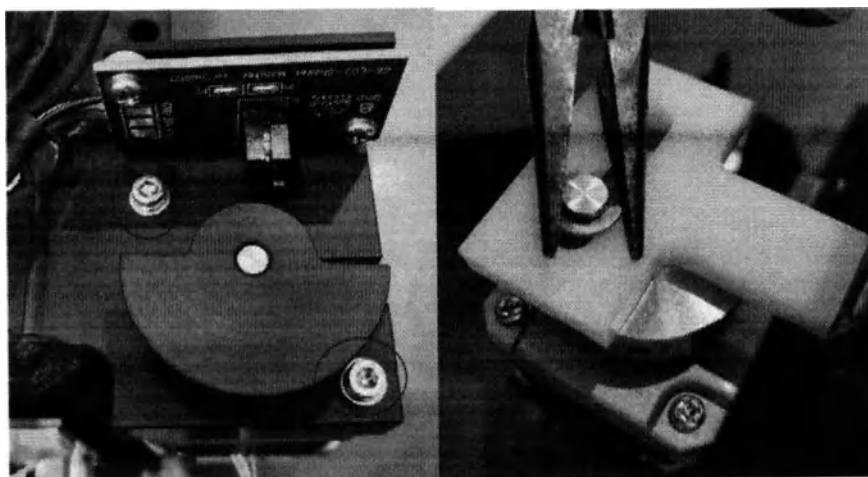

Рисунок 167.
- (1) Разберите области реагентов, как описано выше.
- (2) Ослабьте три винта, снимите прокладку с приводного вала. И отодвиньте перегородку (Рисунок 167) с помощью шестигранного ключа.